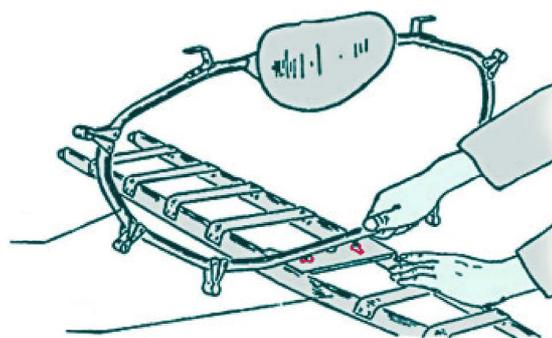

Рисунок 5.
4. Установите на соответствующей пластине кильсона носового 8 средний шпангоут № 2 со спинкой. При установке шпангоута № 2 на пластину кильсона (следить за тем, чтобы спинка смотрела вперед), заведите один из нижних фиксаторов шпангоута в отверстие с поперечным пазом так, чтобы проточка фиксатора вошла в паз, но не до упора. Приподнимите шпангоут так, чтобы зазор между вторым нижним его фиксатором и плоскостью пластины был не более 1 мм. Затем, вращая шпангоут на первом фиксаторе, заведите второй фиксатор в отверстие продольного паза так, чтобы проточка фиксатора находилась в продольном пазе, и задвиньте шпангоут до упора (рис. 5).